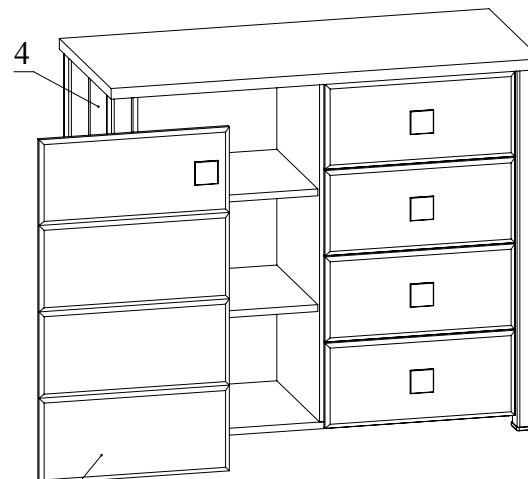
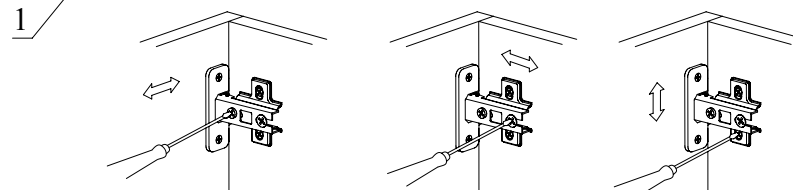

Рис.10
Рис.11
8. Установить дверь, закрепив петли затяжными винтами (Рис. 10). Отрегулировать двери с помощью регулировочных винтов (Рис. 11). Закрепить винтами М4х20 ручки на деталь 1.